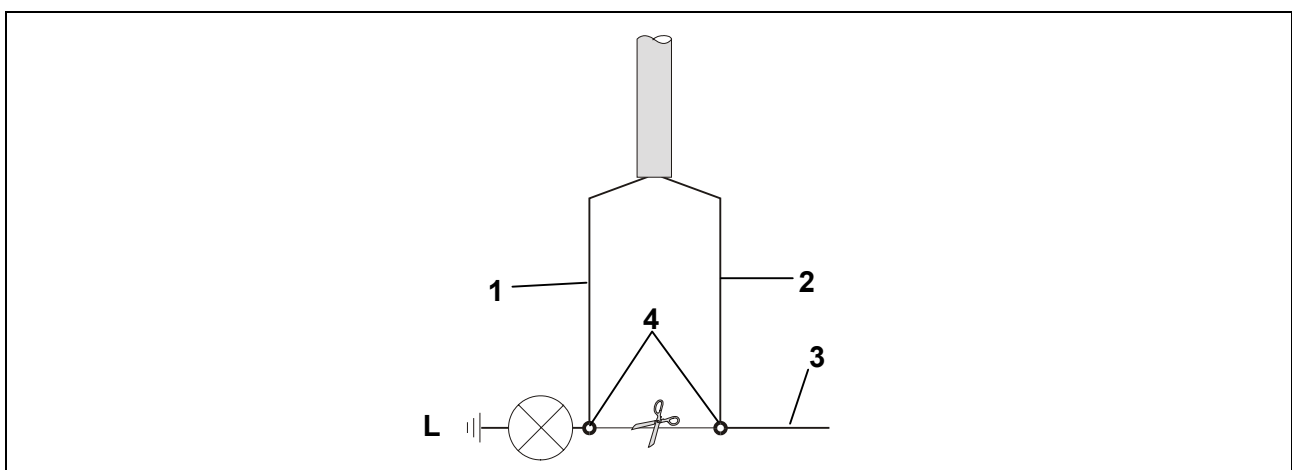

Abb. 2, Fig. 2, Afb. 2, Obr. 2
17. Die einzelnen Leitungen des fahrzeugseitigen Leitungsstranges ausmessen und am Anschluss (Abb. 2/4), wie in der Abb. 2 dargestellt, anschließen. Leitung an geeigneter Stelle durchtrennen.
18. Die mitgelieferten Steckverbindungen (Abb. 2/4) anbringen und verrasten.